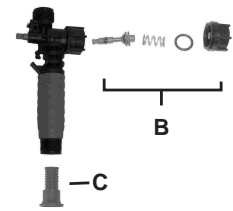

Figure 3
3) Retirez l'écrou de blocage (joint torique attaché), le ressort et la tige de la soupape (B) (figure 3). Remplacez les pièces usées. Lubrifiez les joints toriques et remontez en inversant les Étapes précédentes. Placez la rainure de la poignée dans l'endroit à fentes de la tige de la soupape et assurez-vous que la pince de verrouillage soit bien placée (voir la section « Information utile sur la pulvérisation »). Insérez la cheville de retenue. Enfoncez la poignée et dégagez-la quelques fois pour répartir la graisse uniformément. Vérifiez le filtre (C) au bout du robinet d'arrêt pour tout signe de débris. Retirez le filtre et rincez à l'eau pour le nettoyer.